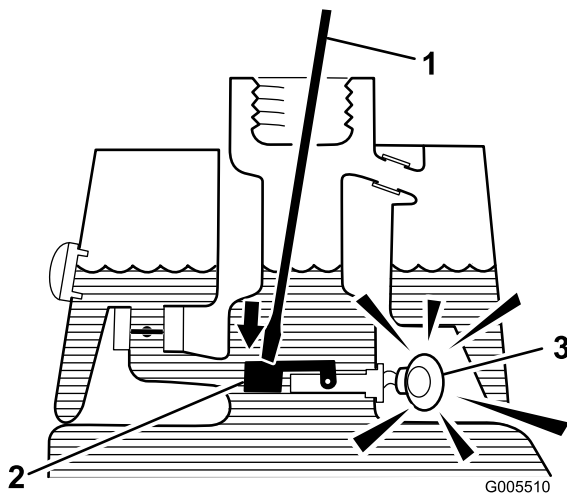

Figura 30
3. Insira uma barra ou uma chave de parafusos no bocal do depósito e empurre com cuidado o comutador de bóia (Figura 30). O alarme deverá ser activado ao fim do período de desfasamento de um segundo.